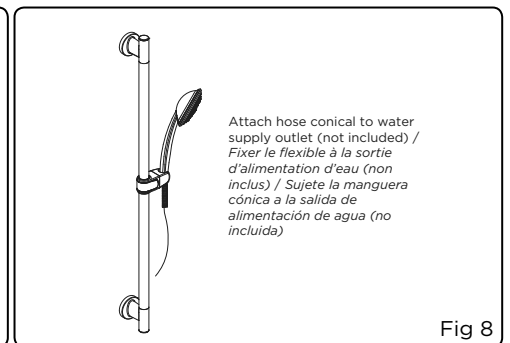

Fig 8
8. Attach one hose conical to water supply outlet (not included) and the other conical to handshower (Fig 8).
8. Fixer le raccord du flexible à la sortie d'alimentation d'eau (non inclus) et l'autre extrémité du flexible à la douche à main (fig. 8).
8. Sujete un extremo de la manguera cónica a la salida de alimentación de agua (no incluida) y el otro extremo de la manguera cónica a la ducha de mano (fig. 8).